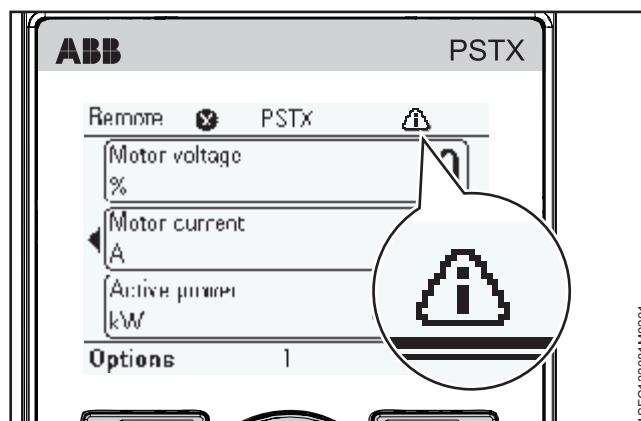

Abbildung 6.15
6. Ausgeschaltete Störung(en), siehe **Abbildung 6.15**